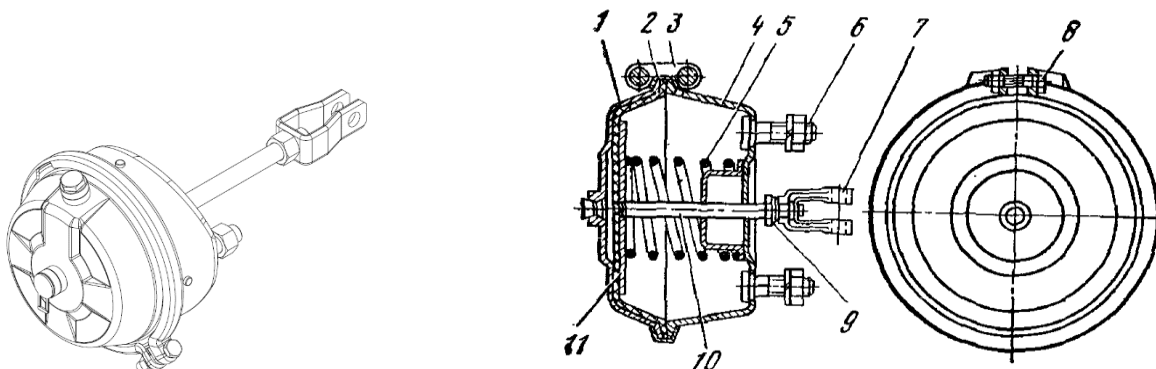

Рис. 1.12 – Тормозная камера
Тормозная камера (6) (рис. 1.12) диафрагменная, тип 24 (или 30, в зависимости от комплектации полуприцепа), предназначена для приведения в действие тормозных механизмов передней оси. Цифровой индекс указывает на размер активной площади диафрагмы в квадратных дюймах.